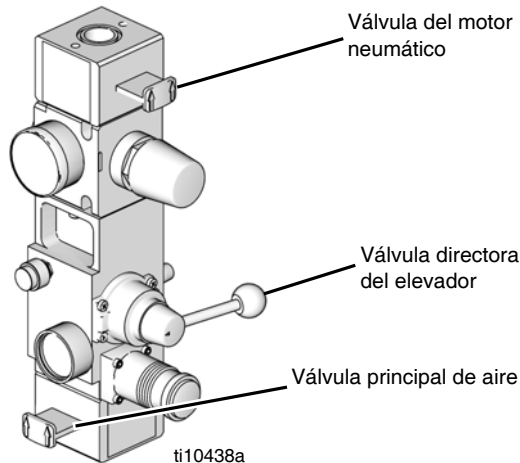

FIG. 6: Módulo de control de aire
2. **Para los controles de aire D200s, D200, D60 y S20:** Consulte FIG. 6.